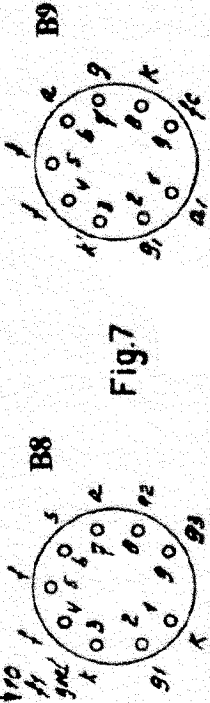

Fig. 7
b. Montage van de kiezer A3 695 88 (zie ook fig. 7)
7. Schuif een stukje isolatielous over de condensator van 220 pF en soldeer deze condensator als aangegeven in fig. 7